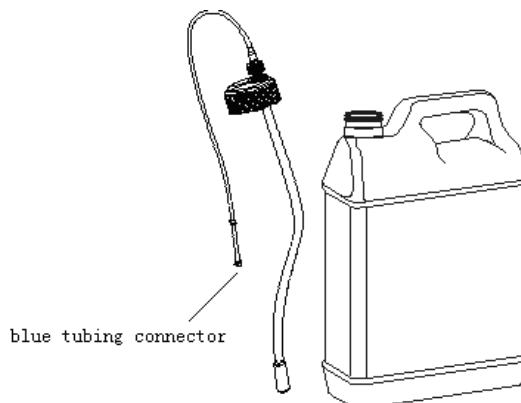

Abbildung 4-3 Behälter mit Spüllösung
1. Entnehmen Sie den Ansaugschlauch für die Spüllösung (der Schlauch mit dem blauen Verbindungsstück) aus dem Karton mit Zubehör, wie in Abbildung 4-3 dargestellt.